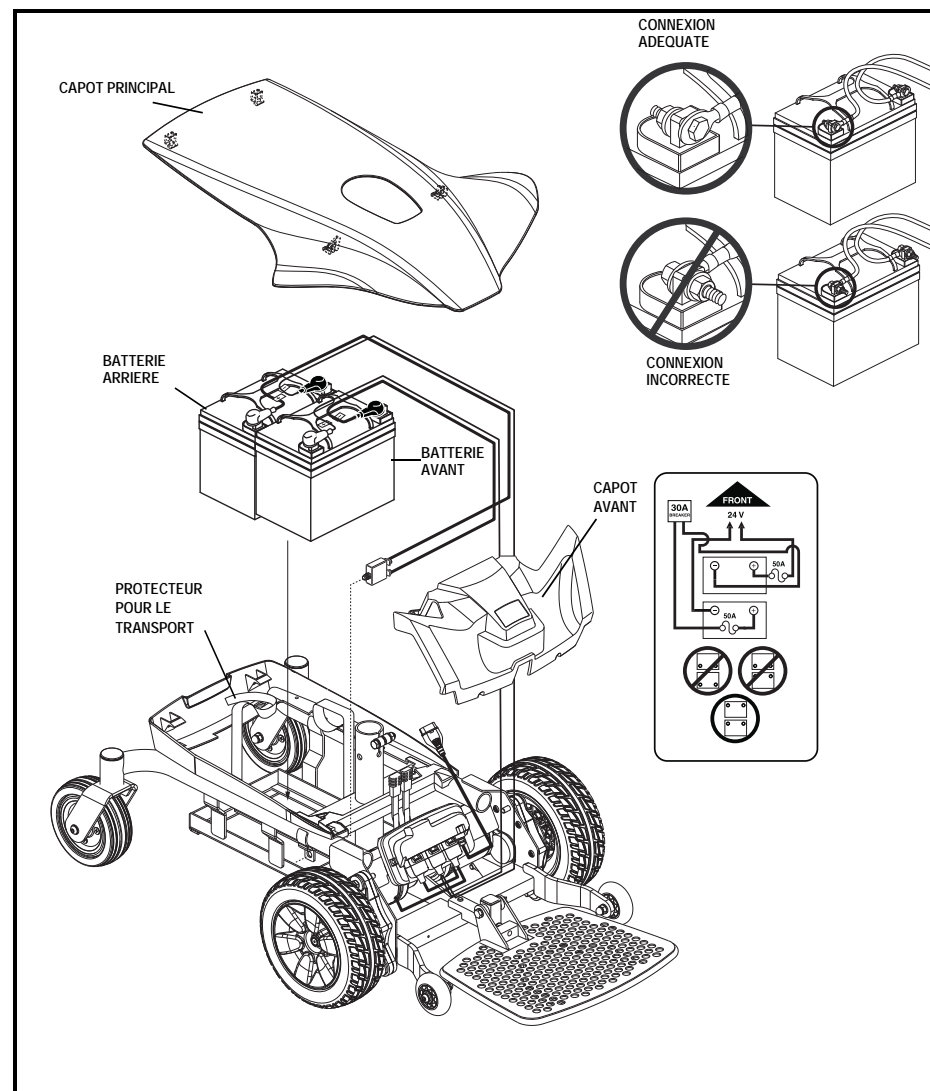

Figure 22. Installation des batteries (Siège retiré pour plus de clarté)
Un diagramme est imprimé sur un autocollant situé sur la boîte à batteries. Voir la figure 22. Voir la section VI. "Batteries et recharge" pour connaître les spécifications des batteries.
4. Retirez le protecteur principal en soulevant l'arrière du protecteur principal jusqu'à ce qu'il se déconnecte de la carrosserie. Une fois déconnecté de la carrosserie, faites glisser le protecteur principal vers l'avant jusqu'à ce que les languettes soient libérées de la carrosserie. Soulevez le protecteur par-dessus du montant du siège. **Voir la figure 22.**
5. Retirez le protecteur pour le transport au besoin. **Voir la figure 22.**
6. Débranchez les câbles des bornes de chaque batterie. **Voir la figure 22.**
8. Soulevez et retirez la batterie avant et la batterie arrière de la base motorisée. Assurez-vous que les bornes de chaque batterie font face au-devant du fauteuil motorisé. **Voir la figure 22.**
9. Installez des nouvelles batteries dans le plateau. Assurez-vous de positionner les bornes face vers l'avant de la base motorisée. **Voir la figure 22.**
10. Branchez les bornes de la batterie arrière aux câbles arrière en respectant le diagramme. Assurez-vous que les connecteurs font face dans la bonne direction. **Voir la figure 22.**